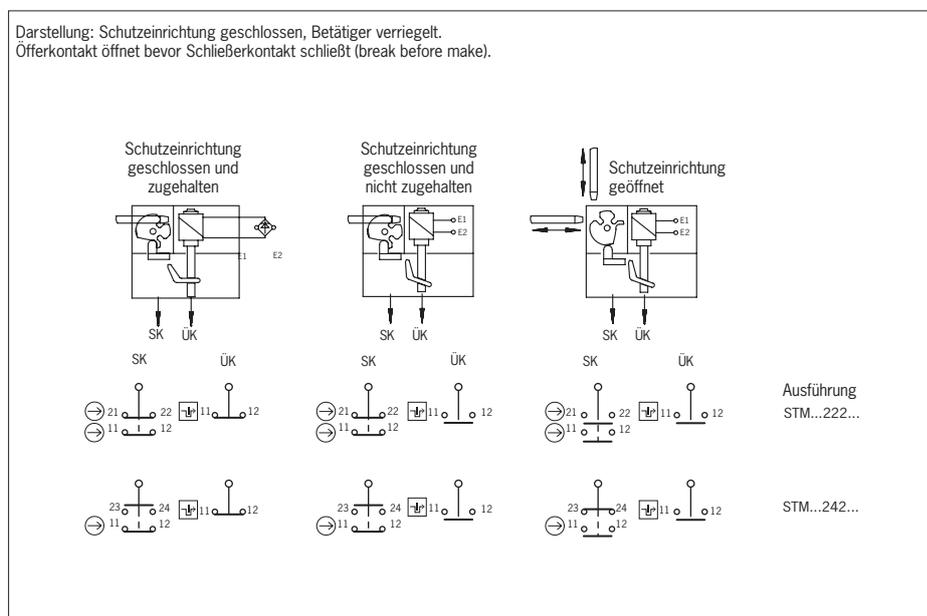

Bild 4: Schaltelemente und Schaltfunktionen
Es muss mindestens ein Kontakt verwendet werden. Dieser signalisiert den Zustand der Zuhaltung (Kontaktbelegung siehe Bild 4).
Es muss mindestens ein Kontakt verwendet werden. Es können auch Kontakte mit dem Symbol verwendet werden (Kontaktbelegung siehe Bild 4).
3. Anschließen und Klemmen mit 0,5 Nm anziehen (Kontaktbelegung siehe Bild 4).